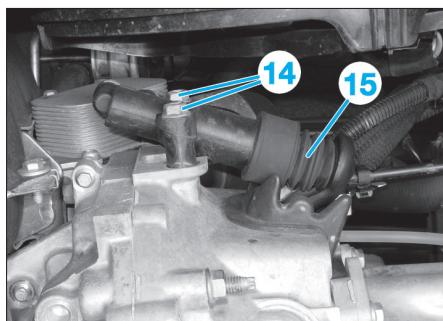

Fig. 64
- Déposer les vis de fixation (11)
- Sans débrancher les canalisations, écarter et briquer le compresseur de réfrigération (12).
- Déposer les vis (14) (Fig.64).